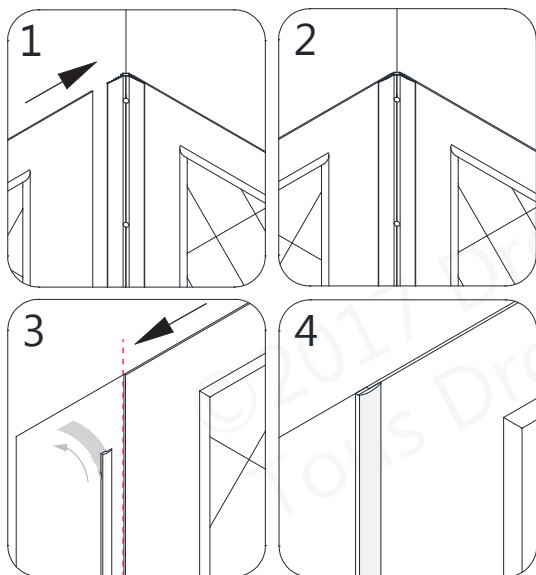
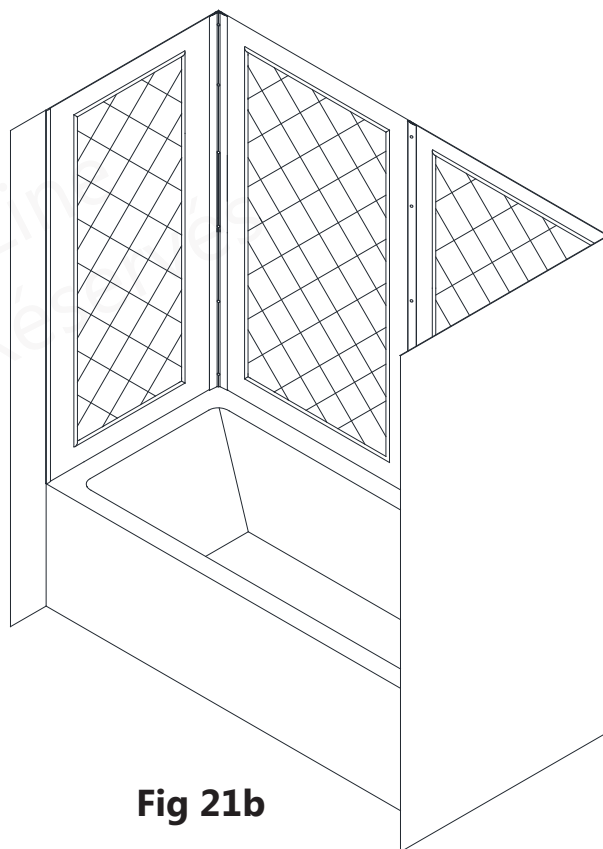

Fig 21a
Fig 21b
21. Répétez l'étape 18 pour installer le deuxième **panneau latéral (N° 01)**. Insérez le **panneau latéral (N° 01)** derrière la bande d'étanchéité de coin et serrez complètement les vis. **(Fig 21a and Fig 21b)**